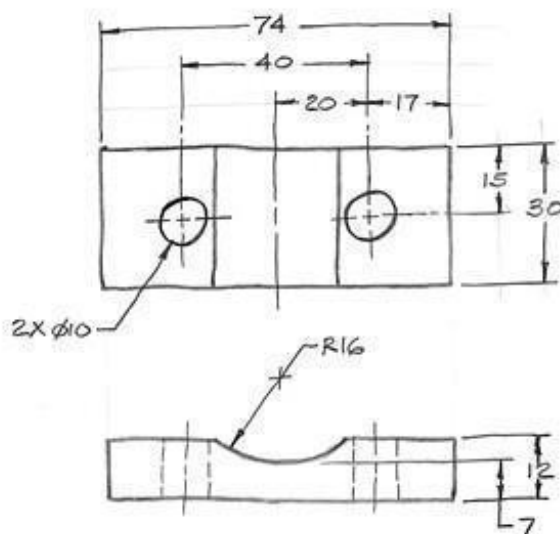

Рис. 1.8 Эскиз детали
- **эскиз**, представляющий собой чертеж, выполненный от руки с соблюдением пропорций между размерами объекта в пределах визуальной аппроксимации (рисунок 1.8);